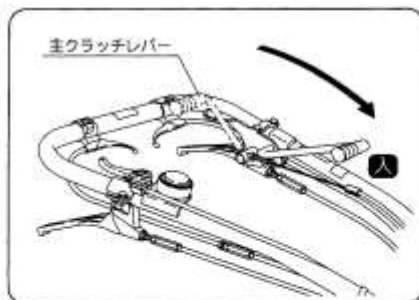

図13
- 主クラッチレバーをゆっくり前方に倒すとクラッチが入ります。(図13)